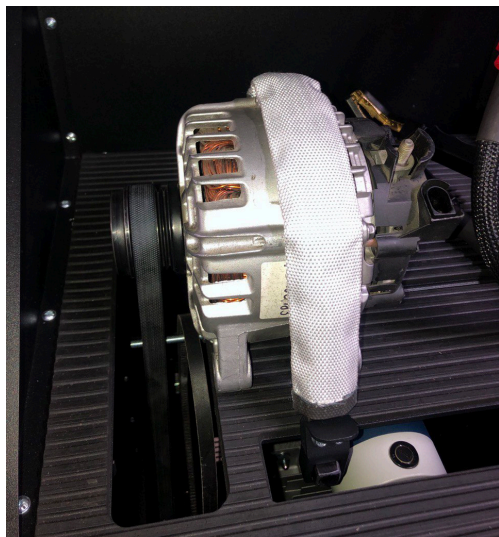

Рисунок 14. Монтаж и фиксация генератора на стенде
**ВНИМАНИЕ!** Положением цепи на генераторе нужно добиться того, чтобы после натяжки ремня генератор был в горизонтальном положении (см. рис. 14). Перекос генератора приводит к проскальзыванию ремня на шкиве и быстрому его износу.